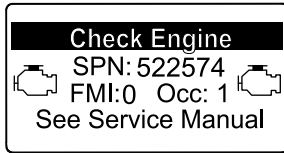

Bild 50
- Motorwarnung SPN 522574, FMI: 0 (Bild 50)